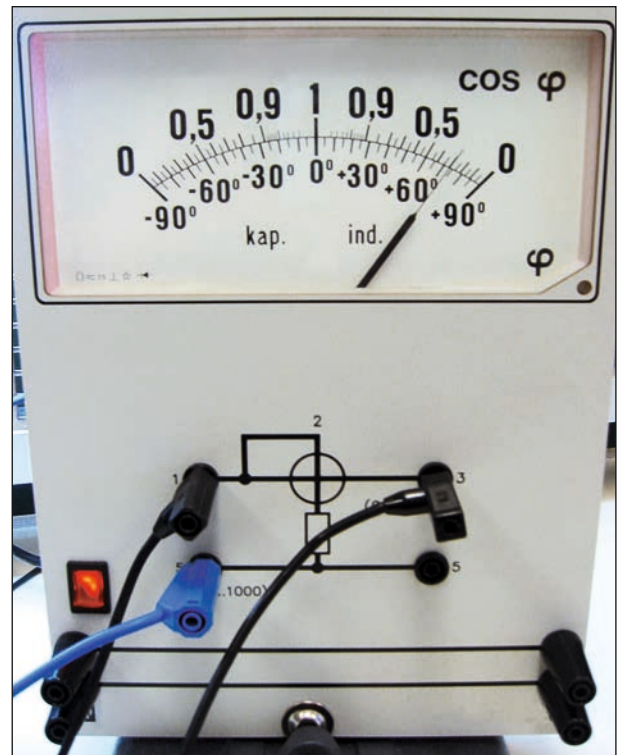

Bild 2: Leistungsfaktormesser
c) aus Bild 2: Wirkfaktor $\cos \varphi \approx$
c) Ermitteln Sie daraus den Phasenverschiebungswinkel φ der Leuchtstofflampen-Schaltung und vergleichen Sie den so bestimmten Phasenverschiebungswinkel mit dem vom Messgerät angezeigten Phasenverschiebungswinkel (**Bild 2, Seite 13**).